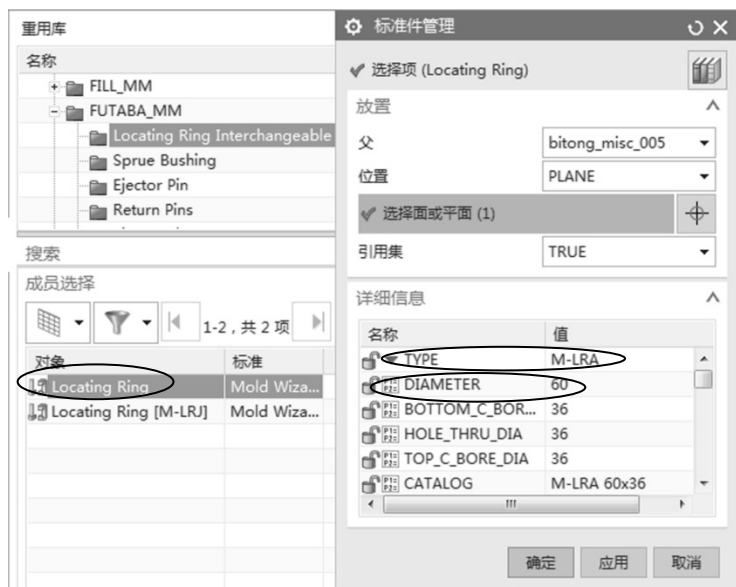

图 16-8 设置【标准件管理】对话框
(4) 在“重用库”的“名称”区域中选取“Locating Ring Interchangeable”，在“成员选择”选项选取“Locating Ring”，在【标准件管理】对话框中“父”选取“bitong_misc_005”，“位置”选取“PLANE”，“引用集”选取“TRUE”，“TYPE”选取“M-LRA”，“DIMETER”设为 60 mm，如图 16-8 所示。